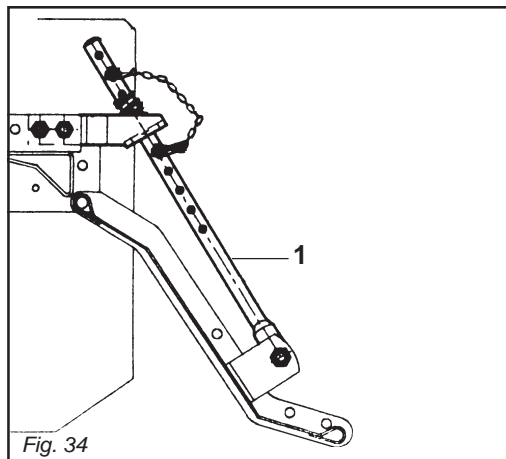

Fig. 34
- 2) Il martinetto a molla (1 Fig. 34) oltre a sostenere la lamiera livellatrice ed ammortizzarla nel trasporto su strada, serve a evitare il ribaltamento della macchina durante il parcheggio.
- 2) *Besides supporting the levelling plate and acting as a shock absorber for it during road transport, the spring ram (1 Fig. 34) prevents the steering hoe from overturning when parking.*
- 2) Le vérin à ressort (1 Fig. 34) sert de soutien à la tôle de nivellement et de suspension pendant le transport sur route, pour éviter le basculement du machine lors du stationnement.
- 2) *Die Federwinde (1 Abb. 34) trägt nicht nur das Planierschild und dient beim Straßentransport zur Dämpfung von Stößen, sondern sie soll auch verhindern, daß die Maschine während des Parkens umkippt.*